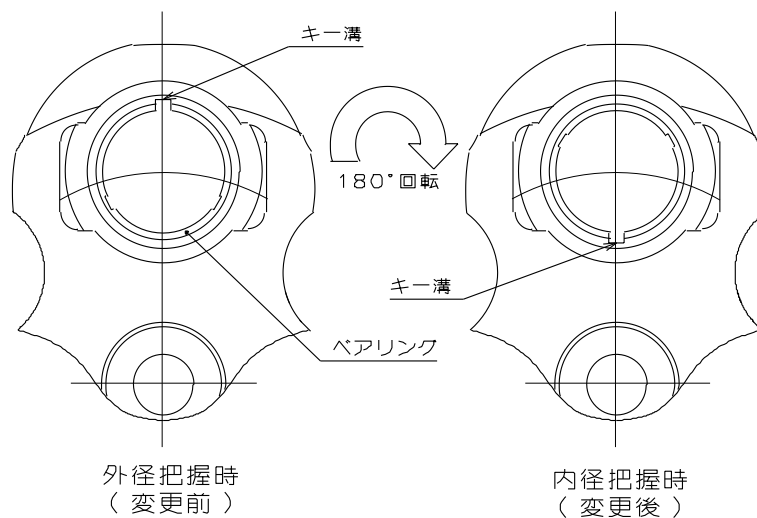

図 8
- ⑤ 球面ブッシュを、マスタジョーと一緒にボデー表面から軽く浮く程度に引き抜きます。
- ⑥ 球面ブッシュ取付治具(P-24 参照)を用いて、球面ブッシュにマスタジョーが保持された状態を維持しながら引き抜きます。この時、半月キーが落ちていないか確認してください。もし球面ブッシュがマスタジョーから外れて 2 つに割れた場合は、古い液状ガスケットを取り除き、水分・汚れ等を拭き取った後、スリーボンド社製液状ガスケット 1212 を塗布し、球面ブッシュ取付治具にセットしてください。
- ⑦ ベアリングをキーの溝を目安にして 180 度水平に回転させます。(図 8 参照)